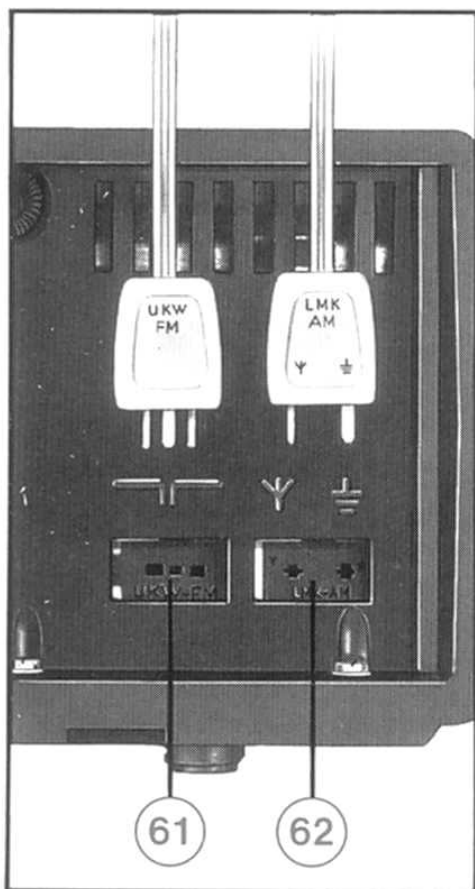
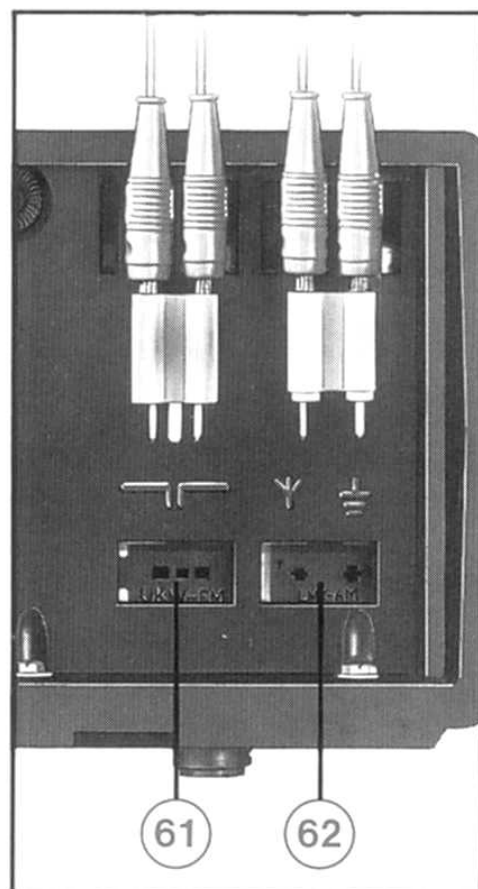

Fig. 5
Fig. 6
Antenne und Erde für Lang-, Mittel- und Kurzwelle werden an Buchse ⑥② und die UKW-Antenne an Buchse ⑥① jeweils mit Normstecker (Fig. 5) angeschlossen. Befinden sich an den Antennenleitungen Bananenstecker, so kann man auf diese genormte Adapter (Zwischenstecker) stecken (Fig. 6). Jede an Buchse ⑥① angeschlossene UKW-Antenne ist ebenfalls auf den Bereichen Lang-, Mittel- und Kurzwelle wirksam, wenn keine LMK-Antenne an Buchse ⑥② angeschlossen ist.